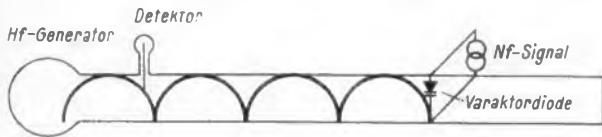

Bild 1. Phasenverschiebung einer stehenden Welle mit Hilfe einer Varaktordiode. Das NF-Signal bewirkt dabei eine Phasenmodulation
Bild 1 zeigt schematisch die Phasenverschiebung einer stehenden Welle mit Hilfe einer Varaktordiode in einem Phasenmodulator. Gibt man die Generatorleistung auf einen an einem Ende kurzgeschlossenen Hohlleiter, so entsteht eine stehende Welle. Wird nun der Kurzschlußschieber verstellt, so ergibt sich eine Phasenverschiebung der Welle gegen den Detektor. Anstelle des beweglichen Kurzschlußschiebers kann aber auch ein fester Hohlleiterabschluß vorgesehen und die Phasenverschiebung elektronisch durch eine Varaktordiode erzeugt werden. Der Varaktor ist dann direkt in das Feld der stehenden Hohlleiterwelle im Maximum der elektrischen Feldstärke einzubauen.
Die Prinzipschaltung eines Amplitudenmodulators mit Varaktor ist aus Bild 2 zu sehen. Damit ist praktisch auch die Möglichkeit einer Impulsmodulation gegeben, die sich als Spezialfall der Amplitudenmodulation auffassen läßt. Die Senderenergie wird hierzu durch ein sogenanntes Magisches T (1) in zwei am Ende kurzgeschlossene Hohlleiter (2) aufgeteilt. Darin ergeben sich dann stehende Wellen. In einem Arm des Magischen T wird nun eine Phasenmodulation vorgenommen, wie in Bild 1 beschrieben. Bei richtiger Justierung des Aufbaus entsteht im vierten Arm des Magischen T als Summe der in den Seitenarmen reflektierten Komponenten eine amplitudenmodulierte Schwingung.